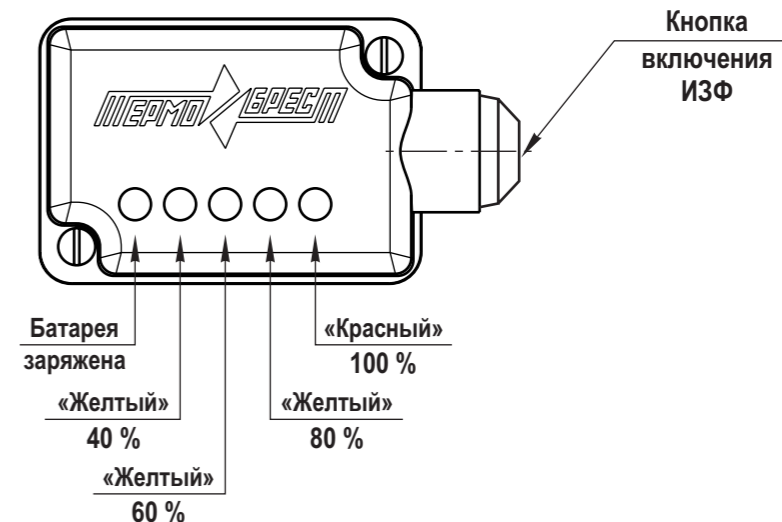

Рис. 10-47. Определение степени загрязненности по индикатору, работающим от батареи
- для индикаторов, работающих от батареи - см. рис. 10-47.